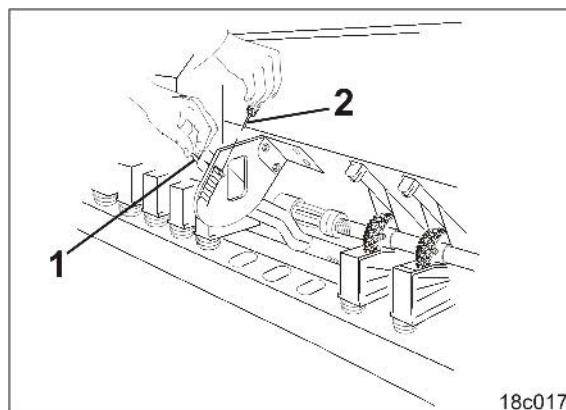

Fig. 125
1. Sæt bundklaparmen (Fig. 125/1) i en af de 8 positioner.
2. Sørg for at sikre bundklaparmen med en ringstift (Fig. 125/2).